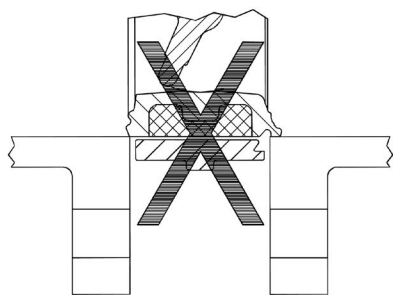

fig. 1
- Ne jamais essayer de forcer la vanne dans des brides insuffisamment espacées et ne permettant pas un passage libre ; les zones d'étanchéité sur les brides pourraient subir des dommages irréremédiables (fig.1).